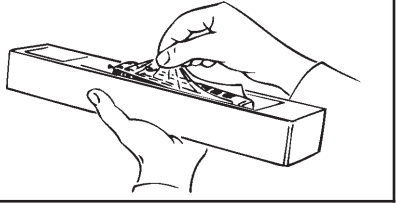

Fig. 3
**Aufrüstung:** Sie können für Ihren Fahrbetrieb unter verschiedenen Kupplungen wählen (Fig. 3). Wir empfehlen den Einsatz der ROCO-Kurzkupplung. Im beigelegten Zurüstbeutel finden Sie auch kleine vorbildgetreue Steckteile für eine erweiterte Aufrüstung Ihres Modells (Fig. 3), die Sie bitte **vorsichtig montieren. Achtung!** Kleben nur mit ausdrücklichem Hinweis.
**Fittings:** Operation is possible with different couplings (fig. 3). We recommend using the Roco close coupling.
In the enclosed accessory bag you will find small kits to be fitted on your locomotive. Please **mount them cautiously. Attention!** Use glue only if indicated (fig. 3).
**Les attelages:** En vue d'une exploitation pratique sur votre réseau vous pouvez choisir parmi plusieurs types d'attelages conformes aux différents systèmes d'attelage pratiqués en H0 (voir fig. 3). Nous vous recommandons l'emploi de **l'attelage court Roco**.
Le sachet joint comprend entre autres des petites pièces de finition conformes à la réalité et **à rapporter avec précaution** par le modéliste (fig. 3), si désiré.